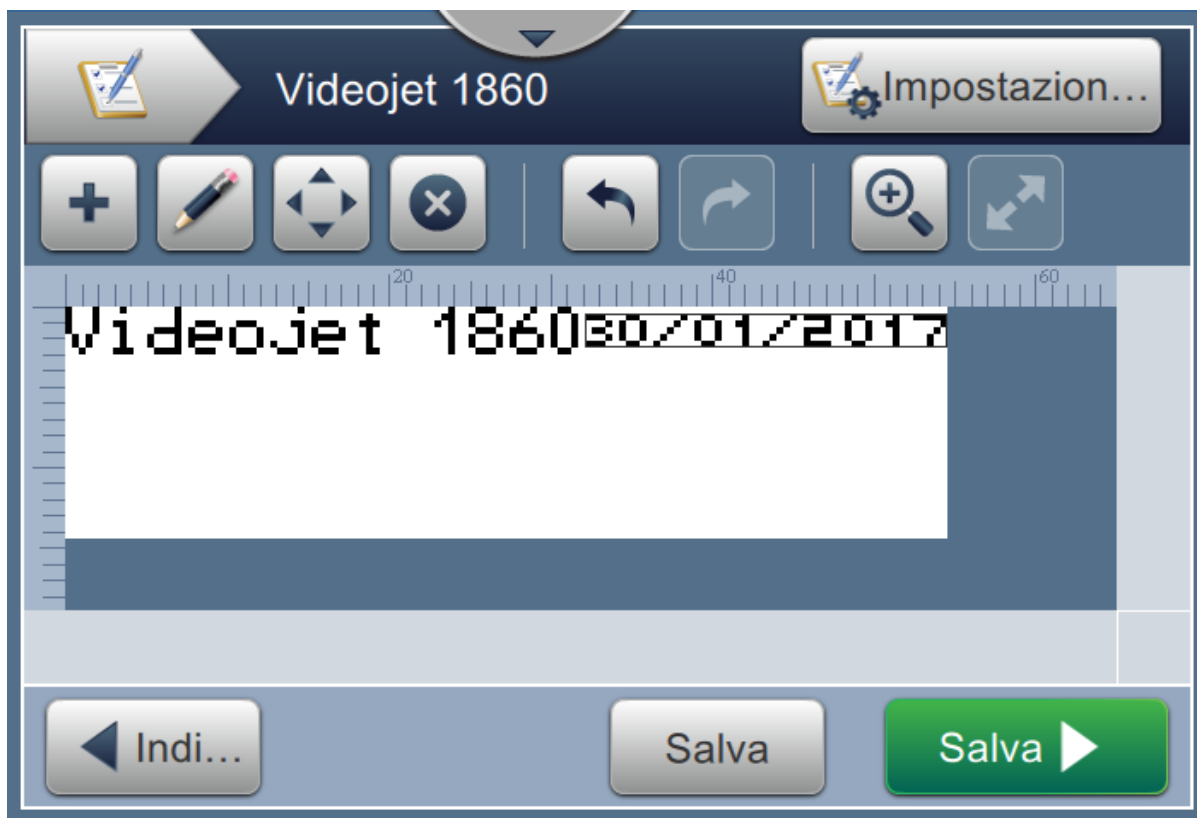

Figura 5-20: Campo Data
21. Toccare il pulsante  per salvare le modifiche apportate. Il campo della data viene inserito nel lavoro come illustrato nella Figura 5-20.